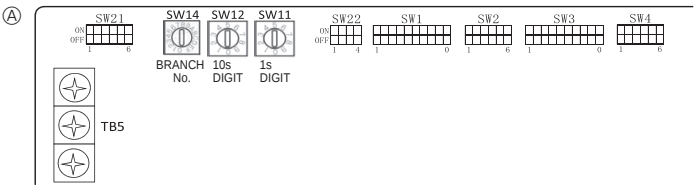

Fig. 5-9
- ③ Controlador remoto inalámbrico (al instalar un receptor de señales inalámbrico)
5.5. Configuración de las direcciones (Fig. 5-9)
- ① Cómo configurar las direcciones
5.6. Ajuste del interruptor según la altura del techo (Fig. 5-9)
5.7. Captar la temperatura de la sala con el sensor incorporado en el mando a distancia (Fig. 5-9)